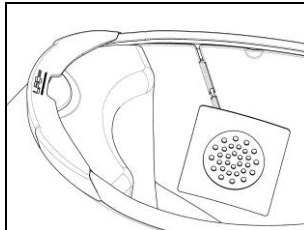

Abb. 33
- Setzen die rechten Lautsprecher in den dafür vorgesehenen ausgesparten Bereich des Wangenteils und befestigen Sie ihn, indem Sie das eigens dafür vorgesehene Klebeband verwenden (Abb. 33).